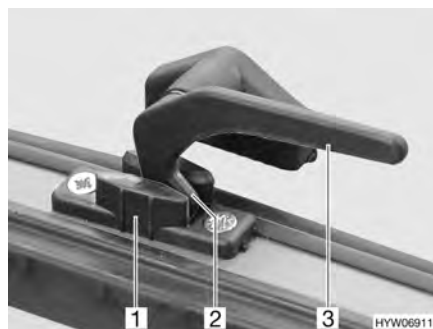

Fig. 56 Levier de verrouillage en position "Aération permanente"
- En position "Aération permanente" (Fig. 56)
- Tourner le levier de verrouillage (Fig. 56,3) d'un quart de tour vers le centre de la fenêtre.
- Remettre le levier de verrouillage en position initiale. Le tenon de verrouillage (Fig. 56,2) doit pénétrer alors dans le logement prévu à cet effet dans le verrouillage de fenêtre (Fig. 56,1).